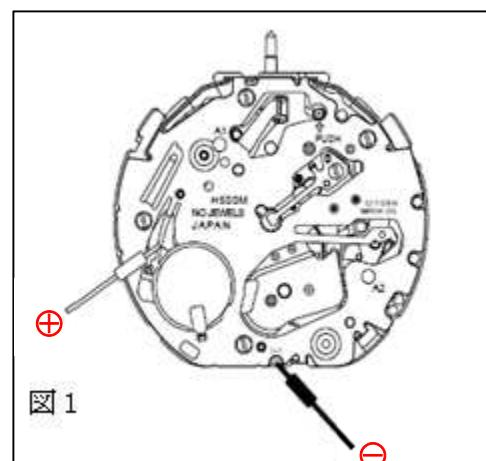

図 1
(4) 課題時計の提出
- ① 時計の裏蓋は、「本締め」とすること。
- ② クロノグラフ針は帰零状態で停止させること。
- ③ 「提出用紙」と一緒に提出すること。
- ④ 綺麗な状態で提出すること。
(5) 消費電流測定
- ① クロノグラフ機能停止状態で測定すること。
- ② 測定器のリード棒位置は図 1 を参照すること。